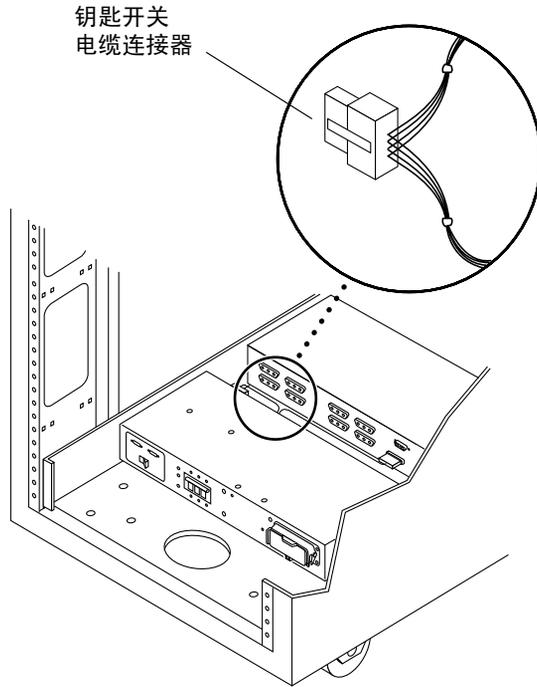

图 4-9 钥匙开关电缆连接器位置
1. 从电源序列发生器背面附近的适配器电缆连接器中拔下钥匙开关的电缆连接器（图 4-9）。
3. 将钥匙开关电缆连接器连接到电源序列发生器背面附近的适配器电缆连接器上（图 4-9）。